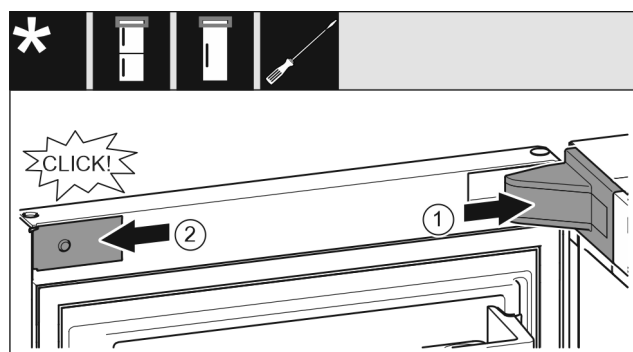

Fig. 20
- ▶ Lagerbockabdeckung aufsetzen und einrasten, ggf. vorsichtig auseinanderdrücken. Fig. 20 (1)
- ▶ Blende seitlich ansetzen und einrasten. Fig. 20 (2)